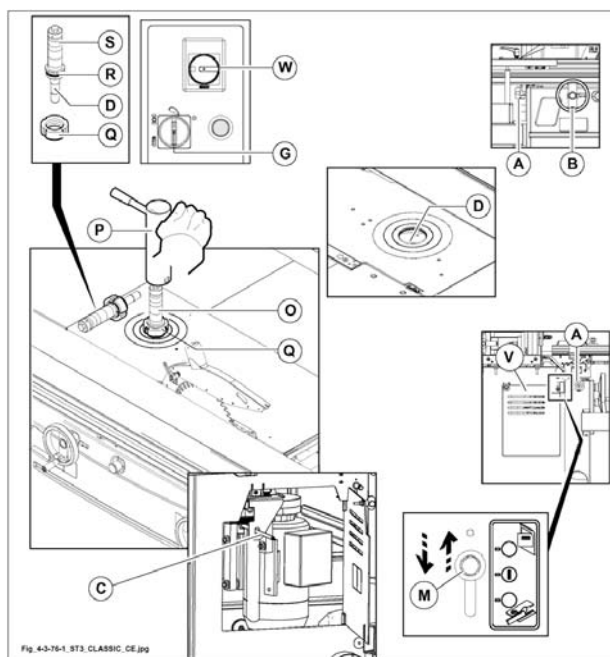

Fig. 4.3-76-1
- 1) Ruotare il selettore (G fig. 4.3.76.1) sul simbolo ().
- 2) Sbloccare il freno motore toupie ruotando il selettore (W fig. 4.3.76.1) in posizione "I".
- 3) Sbloccare il pomello (A fig. 4.3.76.1).
- 4) Sollevare l'albero toupie fino alla massima altezza, ruotando il volantino (B fig. 4.3.76.1).
- 5) Sollevare la leva (M fig. 4.3.76.1) (agisce su un micro che impedisce l'avviamento del motore).
- 6) Aprire lo sportello (V fig. 4.3.76.1).
- 7) Bloccare la rotazione dell'albero toupie ruotando manualmente quest'ultimo fino a riuscire a bloccarlo col perno accessorio (C fig. 4.3.76.1).
- 8) Svitare in senso antiorario la ghiera (Q fig. 4.3.76.1) con la chiave (P fig. 4.3.76.1) fino a quando è possibile estrarre l'albero (O fig. 4.3.76.1).
- 9) Svitare a mano la ghiera dall'albero ed avvitare su un nuovo albero (S fig. 4.3.76.1) fino a toccare l'anello in gomma (R fig. 4.3.76.1), poi stringerla ancora di mezzo giro.
- 10) Accertarsi che i coni di calettamento (D fig. 4.3.76.1) ed i filetti dell'albero e del mandrino siano ben puliti, privi di ammaccature e perfettamente piani.
- 11) Inserire il nuovo albero avvitandolo fino all'anello in gomma (R fig. 4.3.76.1), stringerlo ancora per mezzo giro poi serrare la ghiera (Q fig. 4.3.76.1) con la chiave (P fig. 4.3.76.1) ruotando in senso orario. Sbloccare la rotazione dell'albero toupie togliendo il perno (C fig. 4.3.76.1). Chiudere lo sportello (V fig. 4.3.76.1). Abbassare la leva (M fig. 4.3.76.1).